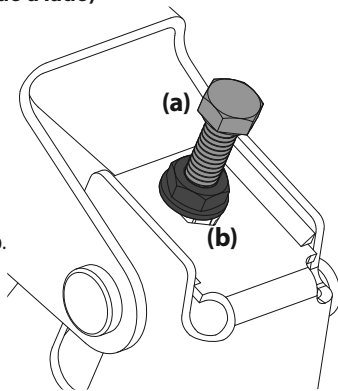

Figura 39
3. Ubique los pernos de ajuste (a) del lado izquierdo y derecho de la plataforma. Consulte la Figura 39.
4. Afloje pero no extraiga las contratuercas (b) en el perno de ajuste. Ajuste el perno de ajuste derecho o izquierdo arriba o abajo según sea necesario hasta que la altura de un lado a otro sea equivalente. Consulte la Figura 39.